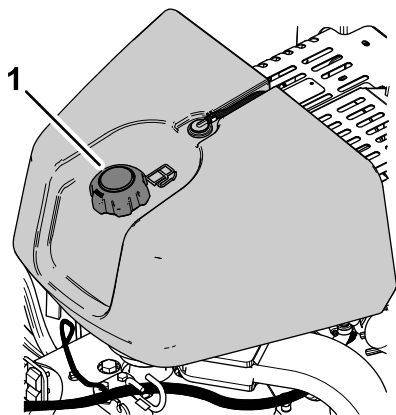

Bild 29
2. Reinigen Sie den Bereich um den Tankdeckel und nehmen Sie den Deckel ab (Bild 29).